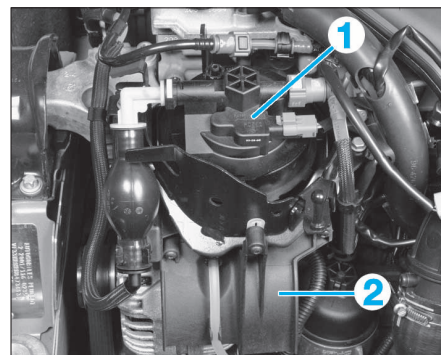

FIG. 12
- le filtre à gazole (1) (Fig.12) (voir opération concernée au chapitre "Moteur").
- le protège alternateur (2).